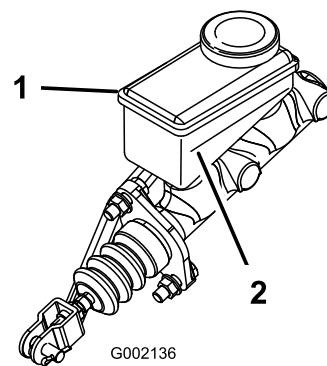

Figura 44
3. Examine a parte lateral do reservatório. O nível deverá encontrar-se acima da linha Mínima (Figura 44). Se o nível de fluido for baixo, limpe a zona em torno da tampa, retire-a, e encha o reservatório um pouco acima da linha Mínima. Não encha demasiado.